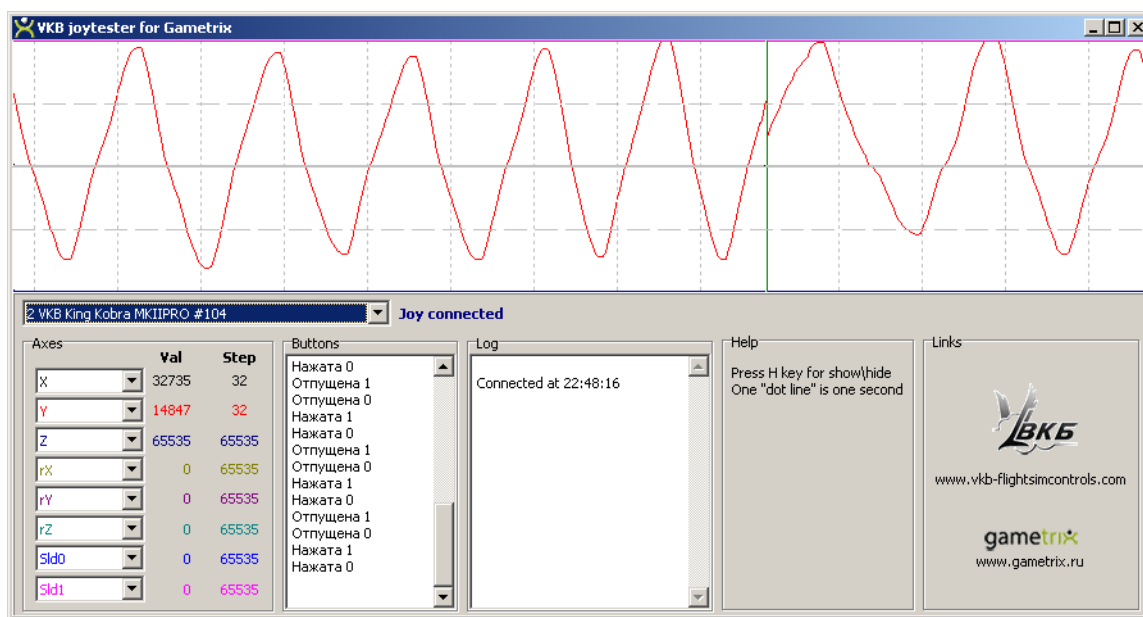

Рис. 9.9.
6. Проверьте работу всех кнопок, тумблеров и энкодеров используя индикацию приложения *VKB_Joytester* (рис. 9.9).